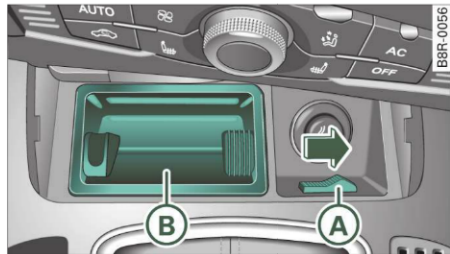

Fig. 154 Consola centrală față: Scoaterea scumierei
- Pentru a ajunge la mecanismul descuierei de urgență, scoateți scumiera (B) cu ajutorul comutatorului (A) ⇒ fig. 154.